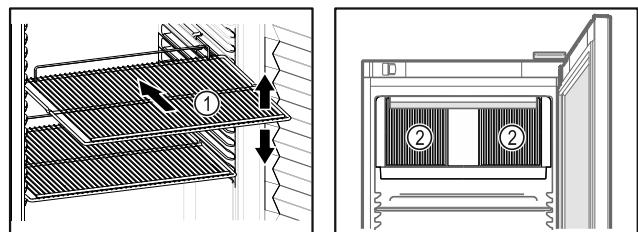

Fig. 60 Ilustrační zobrazení Fig. 61
- ❑ Pokud jsou odstavňové rošty Fig. 60 (1) přemístitelné, přizpůsobte je vždy na danou výšku.